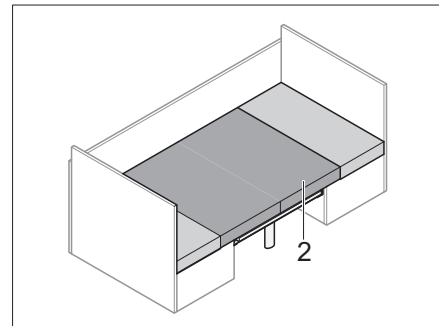

Bild 60 Eingelegtes Zusatzpolster
- Mitgeliefertes Zusatzpolster (Bild 60,2) einlegen.